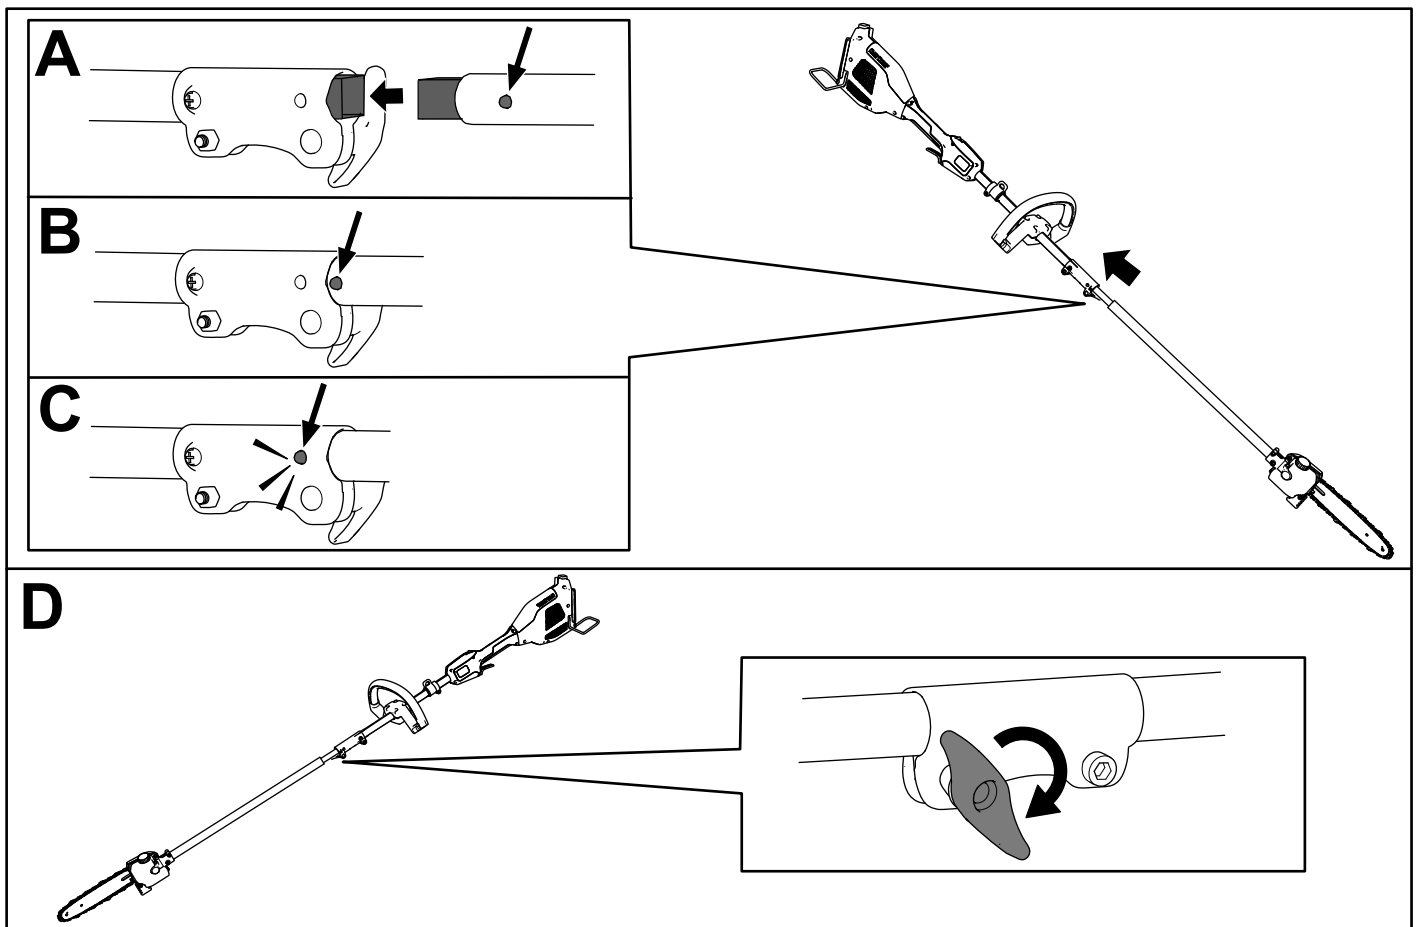

Figure 4
1. Insérez l'arbre carré de l'accessoire dans l'arbre carré de la tête motrice (A de Figure 4).
2. Placez le bouton de verrouillage situé sur la moitié inférieure du manche en face du trou situé sur la moitié supérieure, et emboîtez-les 2 moitiés ensemble (B et C de la Figure 4).
**Remarque:** Le bouton de verrouillage s'enclenche dans le trou quand les deux moitiés du manche sont correctement emboîtées (C de la Figure 4).
3. À l'aide de la poignée, serrez la vis sur le connecteur du manche jusqu'à ce qu'il soit bien fixé (D de la Figure 4).